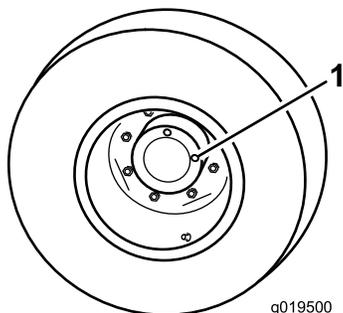

Figura 71
- Com a máquina numa superfície plana, posicione a roda de forma a que um tampão de verificação (Figura 71) fique na posição das 12 horas e o outro na das 3 horas.
- Retire o tampão da posição das 3 horas (Figura 71).